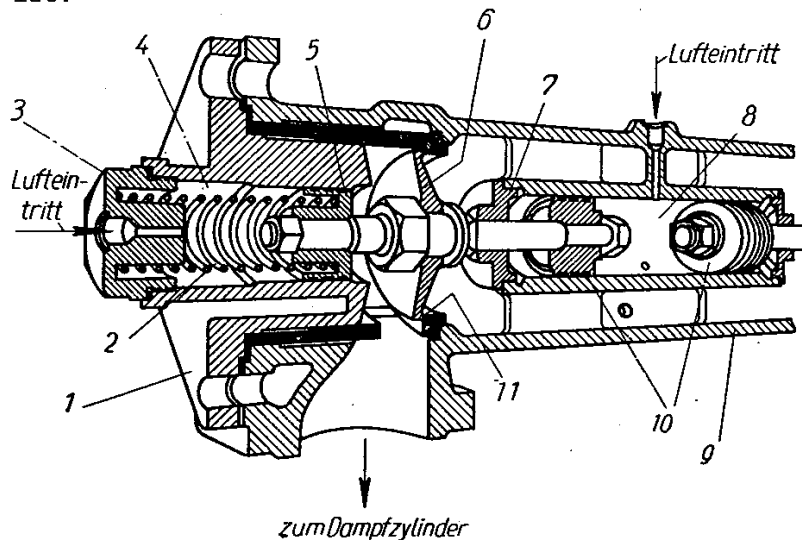

Bild 207. Druckausgleicher mit Eckventilen
<p>1. Die obere Mutter am Ventilschaft hat sich gelöst. Sie bewegt sich aufwärts und verhindert das Schließen des Druckausgleichers (Bild 207).</p>	<p>Die Überwurfmutter am Luftanschluß (1) wird gelöst, die Kapselmutter (2) abgeschraubt und der Steuerkolben (Luftkolben) (3) herausgezogen. Nun können die Mutter auf dem Ventilschaft (4) festgezogen und versplintet und die Kapselmutter und Überwurfmutter für den Luftanschluß wieder aufgeschraubt werden.</p>
Heult bei einem Druckausgleicher mit Eckventilen (Bild 207) ein Eckventil durch, gilt es zunächst festzustellen, welches Ventil schadhaft ist.